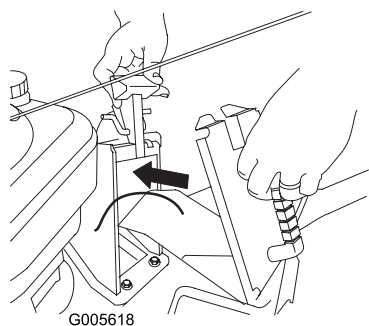

Figura 22
1. Spostate indietro la maniglia dello sportello di scarico e apritelo (Figura 22).
2. Tenete completamente aperto lo sportello di scarico ed inserite il coperchio (Figura 22).